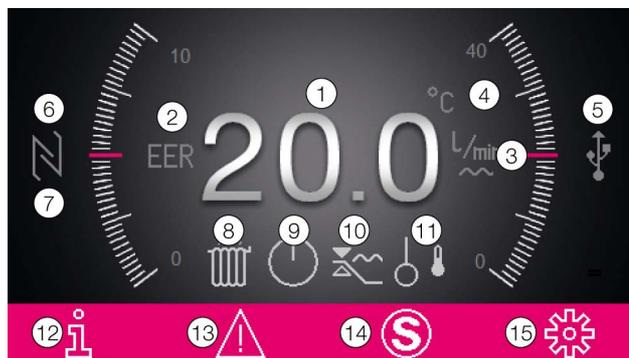

Fig. 41 : structure de l'écran de démarrage
Sur l'écran du refroidisseur d'eau, le débit d'eau qui passe par la dérivation (fig. 41, pos. 3) est affiché à droite, à côté de la valeur de température.